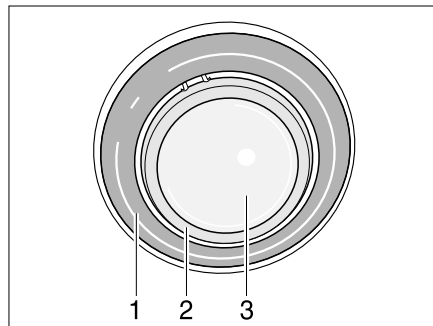

Bild 181 Halogeneinbauleuchte (schwenkbar)
- Leuchte (Bild 181,1) mit einem geeigneten Werkzeug (z. B. Schraubendreher) aushebeln und abnehmen.
- Spot (Bild 181,2) aus der Leuchte nehmen.
- Abdeckung (Bild 181,3) abnehmen.